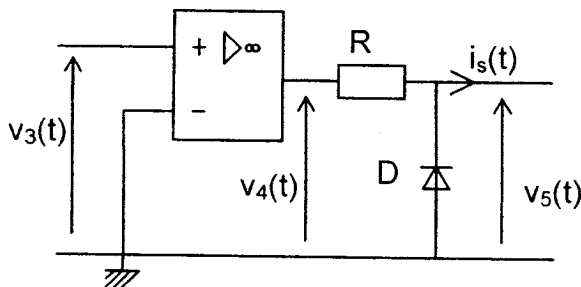

Figure 7 : circuit de mise en forme
2.1. Étude du circuit de mise en forme (voir **figure 7**)